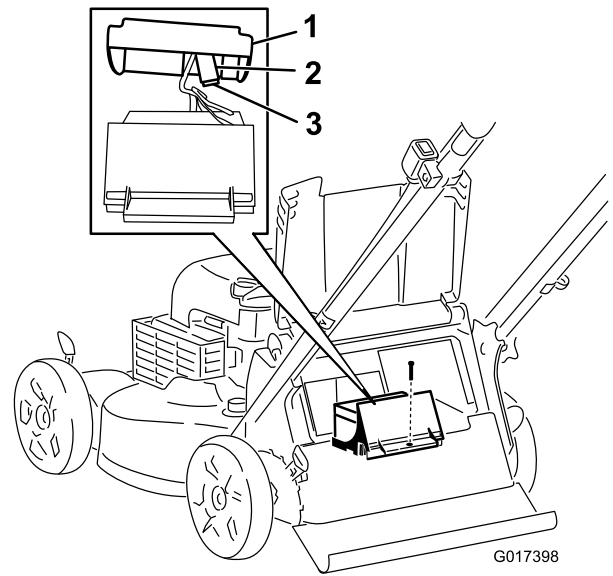

Figura 31
3. Retire el tornillo que sujeta el compartimento de la batería, tire de la batería hacia fuera y localice el fusible (Figura 31).
4. Cambie el fusible del portafusibles (Figura 31).